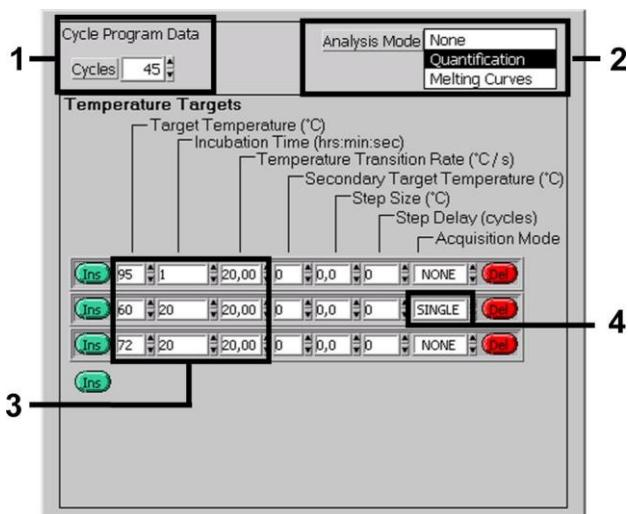

Fig. 4 : Amplification de l'ADN.
- B. Amplification de l'ADN Fig. 4